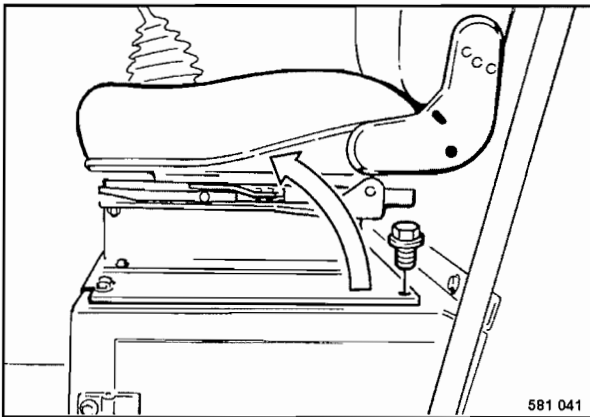

Fig. 69
- Desenroscar ambos tornillos de fijación (Fig. 69) de la consola de asiento y abatir el asiento hacia delante